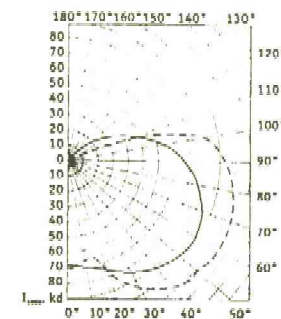

Рис. 2
2.1. Распределение силы света светильников показано на рис.2. Тип кривой силы света в горизонтальной плоскости – круглосимметричная, в вертикальной – в нижней полушере – синусная, в верхней полушере – синусная.